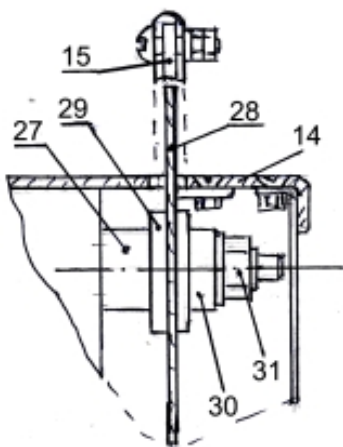
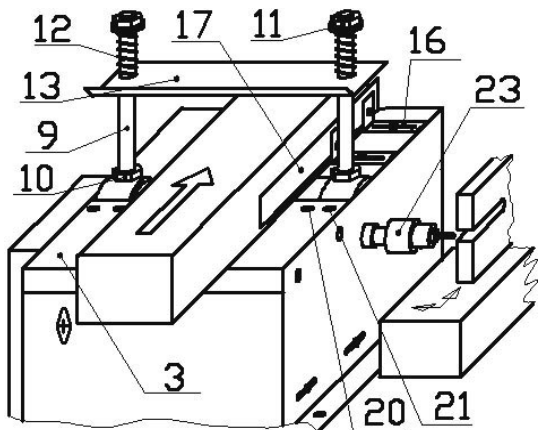
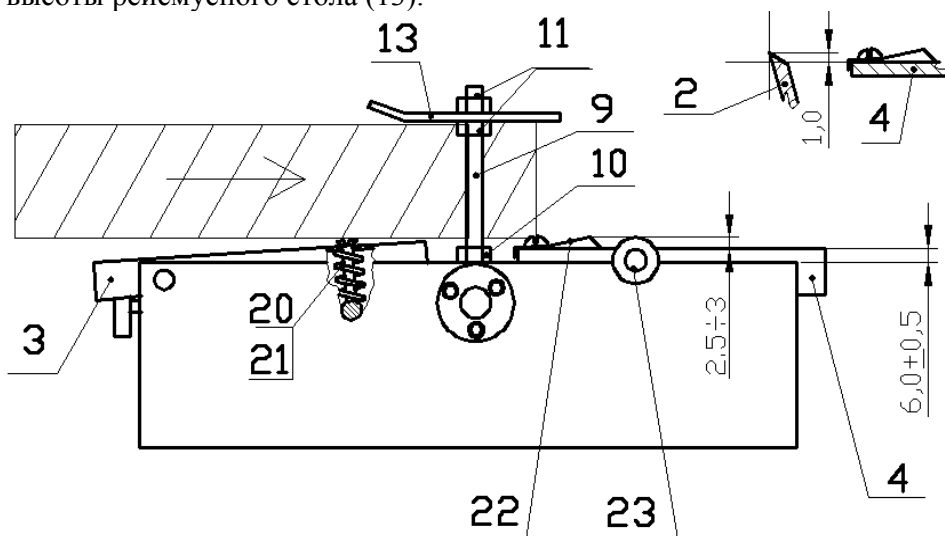

Рис. 7
Рис. 5
Рис. 3
- Поднять передний стол на 3 мм выше заднего стола винтами (п.20, 21 на Рис. 5, 6);
При дальнейшем рейсмусовании – установить на место подающий вал или пружинную пластину и отрегулировать стол по Рис.3.
4.3. Концевое фрезерование, сверление. (Рис. 5)
- Навернуть на конец вала сверлильный патрон (23);
4.4. Пиление продольное, поперечное, под углом. (Рис. 7, 8, 9)
- Поднять передний стол (3) на 3 мм выше заднего стола винтами (поз.20, 21 на Рис.5, 6);
- Застопорив деревянным бруском строгальный вал, открутить гайку (31) крепления шайб и втулок на конце вала (Рис.7);
- Установить на вал втулку (27), пильный диск (28) между шайбами (29), одеть конечную втулку (30), шайбу $\varnothing 16$ и зажать гайку крепления (31) на конце вала. (Пила должна быть разведена и заточена - см. Рис.7А);
- Установить на пильный стол (14) разделительный нож с защитным козырьком (15);
- Для моделей Р2 - снять подающий вал (12) с заднего стола (4) (если он установлен), для чего:
- разкрепить 4 болта крепления заднего стола к стенкам корпуса и снять стол (4);
- вынуть из стенок корпуса подающий вал (12) вместе с опорами;
- установить задний стол на место параллельно стенкам корпуса в соответствии с размерами на Рис.3;
- Отрегулировать величину срезаемого слоя, для чего: отвернуть наружные винты (21) по краям переднего стола, ввернуть вниз или вывернуть вверх внутренние винты (20), после чего закрепить стол, снова зажав винты (21); **Не перетягивайте болты, чтобы не сорвать резьбу и не изогнуть стол.**
- Установить на задний стол (Рис.5, 6) регулировочные уголки (16) и направляющую линейку (17) (при строгании под углом – дополнительно установить угловую линейку (22));
Операции, выполняемые на станке, показаны на Рис.3÷12. Стрелками указано направление движения режущего инструмента и подача. Оператор всегда должен находиться со стороны подачи слева или справа от станка в стороне от режущего инструмента.
4.1. Рейсмусование. (Рис. 3). (для всех модификаций Р)
- Проверить выставление ножей (2) на высоту 1,0 мм выше передней кромки заднего стола (4) и проворачиваемость строгального вала;
В случае острой необходимости проведения обычного строгания на моделях P и P2 необходимо (см. Рис.3):